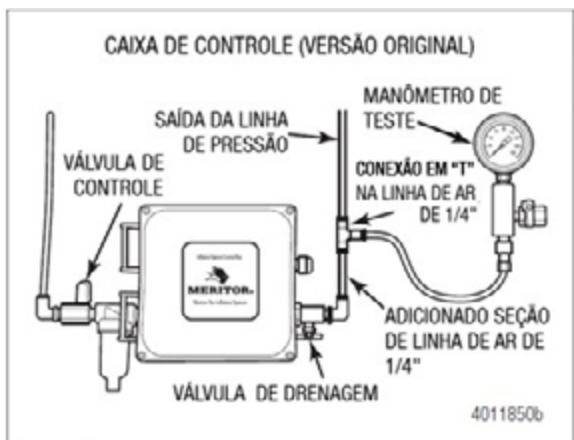
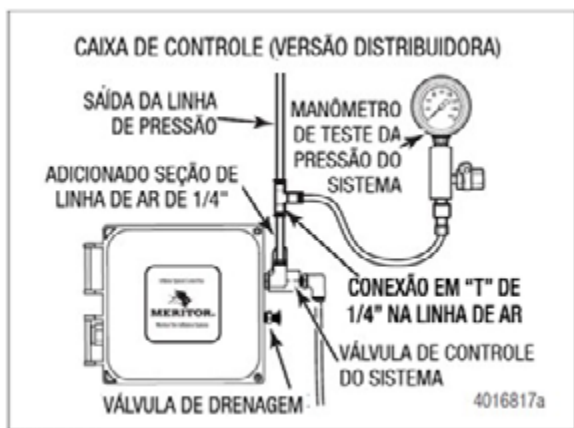

Figura 3.28
Figura 3.29
3. Instale um adaptador em "T" de 1/4" e uma pequena seção de mangueira de ar de 1/4" na porta de saída da caixa de controle. Figura 3.28 e Figura 3.29.